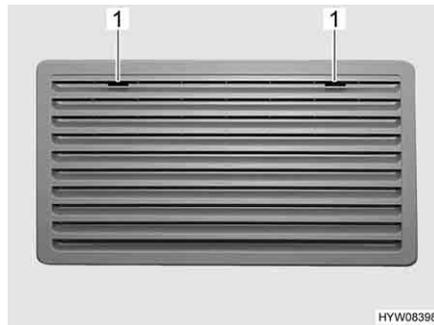
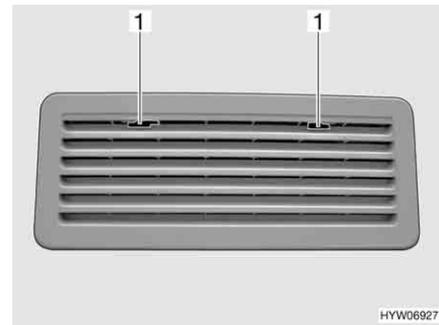

Bild 226 Kühlschrank-Lüftungsgitter
Bild 227 Kühlschrank-Lüftungsgitter
- Arretierung (Bild 226,1 oder Bild 227,1) zur Mitte schieben.